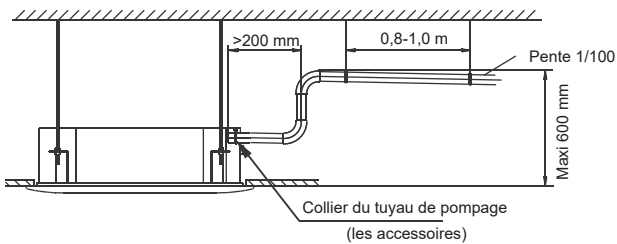

Fig.6-2
7) Si jamais la sortie du tuyau d'évacuation est plus haute que le raccord du tuyau de pompage du corps principal, le tuyau d'évacuation doit être installé en position verticale en utilisant le kit de raccordement de la sortie d'eau pour courbe verticale et la hauteur du tuyau d'évacuation par rapport à la surface du bac de dégivrage doit être inférieure ou égale à 1000 mm (cassette à quatre voies) ou 600 mm (cassette à quatre voies mince). Dans le cas contraire, le retour d'eau sera trop important à l'arrêt de l'appareil et cela pourrait mener à des débordements (Voir Fig.6-2).